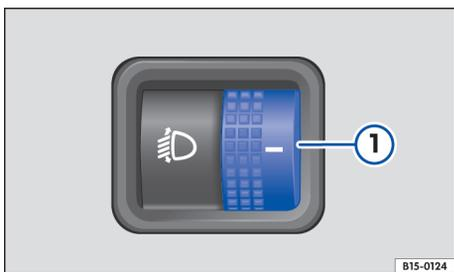

图 60 方向盘旁：前照灯照明范围调整旋钮
用前照灯照明范围调整旋钮 ① → 图 60 可按汽车负载将前照灯光束调整到合适范围，提高能见度，并且不对迎面车辆产生眩目作用。